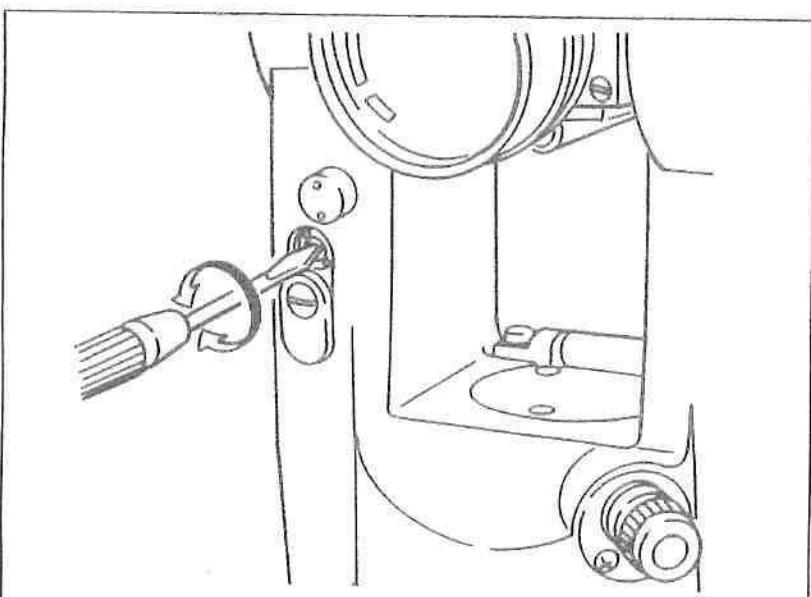

図29
- ④マイクロメータノブを回し、マイクロ目盛 $45' 11''$ をV溝指標に合わせます。
- ⑤零点調整ねじをねじ回して回転し(図29)、 283° の刻線を中央インデックス2本線の中心に入れます。
- ⑥再度点検をします。